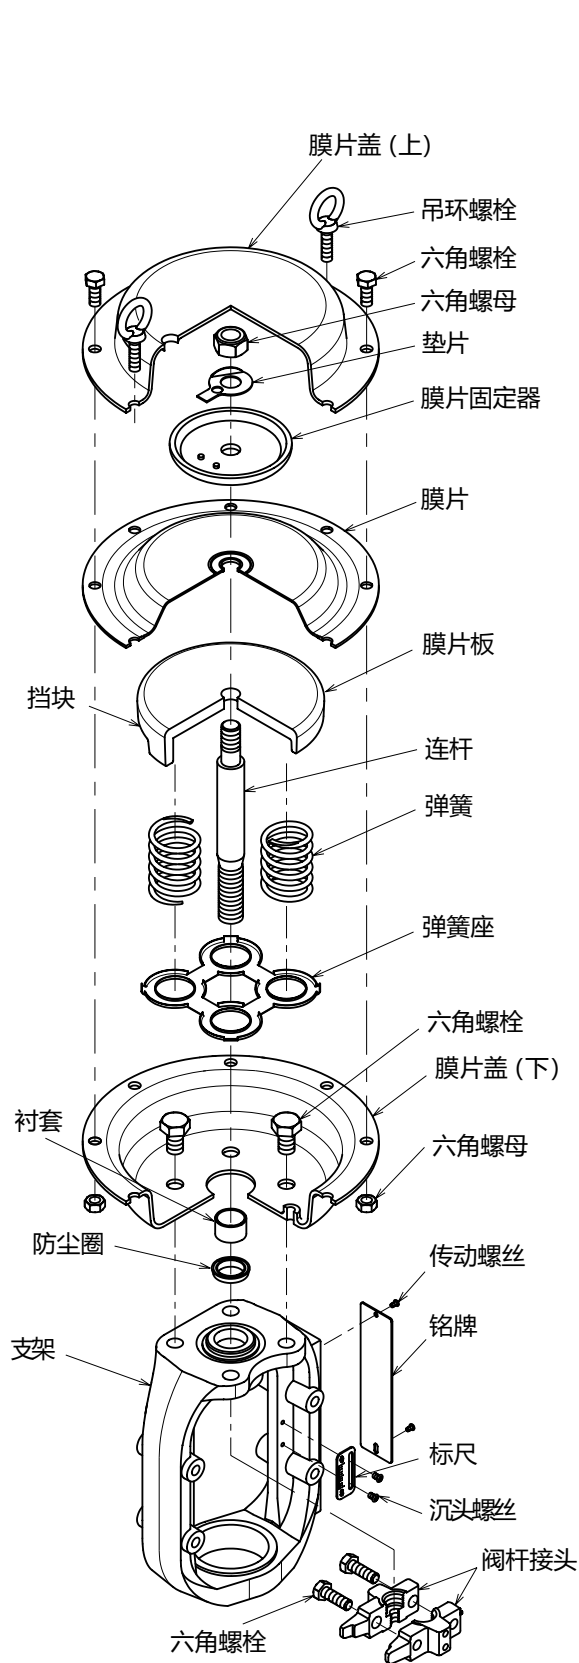
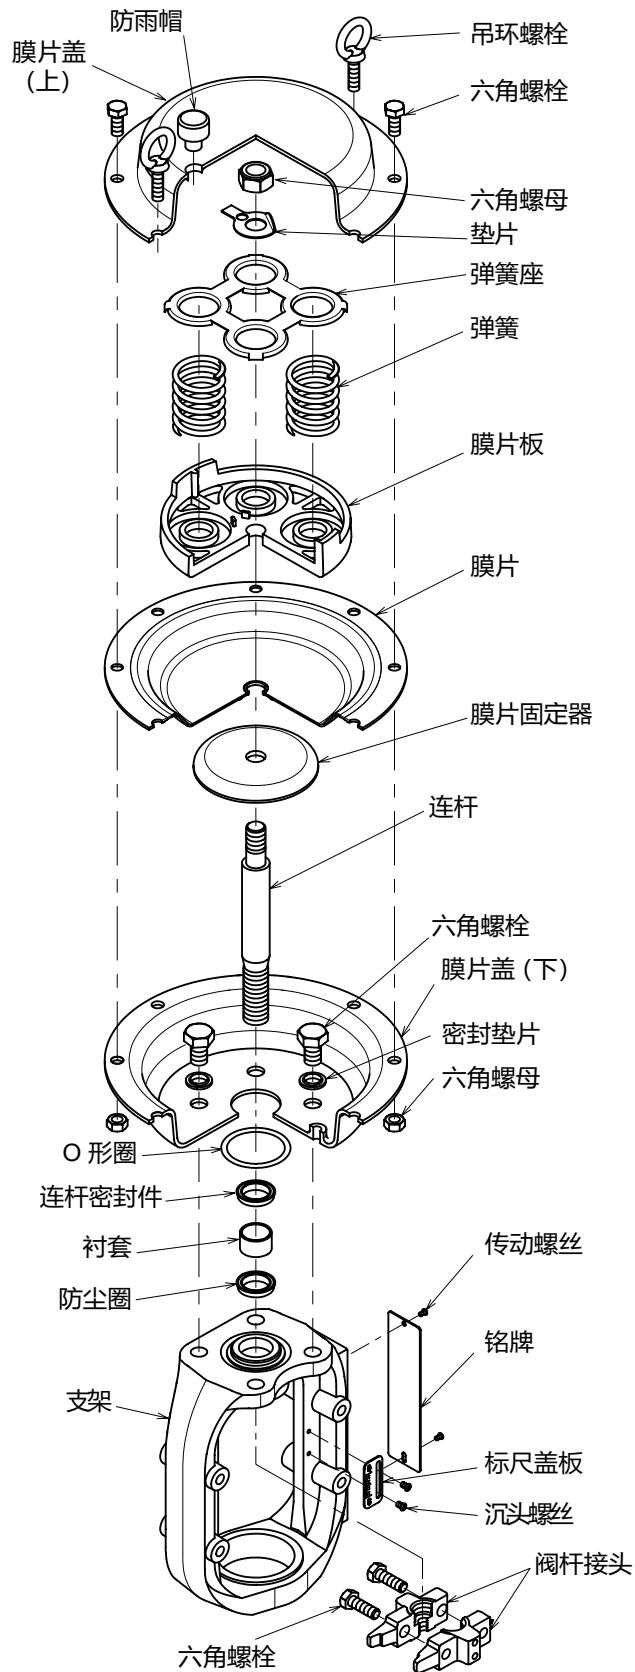

图 4-5 正作用型号 PSA1D
图 4-6 反作用型号 PSA1R
A. 正作用型 (参见图 4-5)
- (1) 断开气管，然后从执行机构上拆下附件。
- (2) 拆下阀杆接头。
- (3) 从膜片盖上拆下固定螺栓（一对吊环螺栓除外）。
- (4) 交替并均匀松开一对吊环螺栓。使用这对吊环螺栓可对弹簧进行初始定位。
- (5) 拆下膜片盖。将执行机构连杆与膜片一起向上拉出。
- (6) 取出弹簧。
B. 反作用型 (参见图 4-6)
- (4) 交替并均匀地松开一对吊环螺栓。使用吊环螺栓可对弹簧进行初始定位。
- (5) 拆下膜片盖。取出弹簧。
- (6) 将执行机构连杆与膜片一起向上拉出。
参见图 4-5。
参见图 4-6。